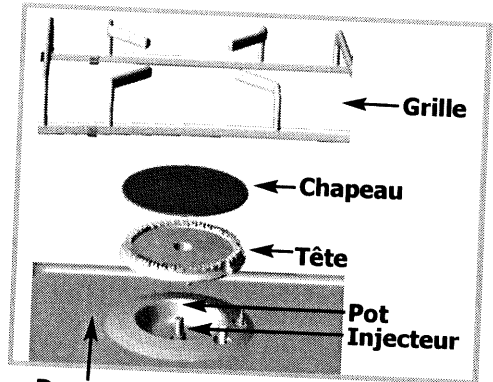

Fig. 1
- ❶ Adapter le raccordement gaz
- ❷ Changer les injecteurs
- ❸ Régler les ralentis des robinets
❶ **ADAPTEZ LE RACCORDEMENT** de la table au nouveau réglage gaz. Reportez-vous au paragraphe "**Raccordement gaz**".
❷ **CHANGEZ LES INJECTEURS** en procédant comme suit :
- Dévissez à l'aide de la clé fournie les injecteurs situés dans le fond de chaque pot et ôtez-les (**fig 1**).